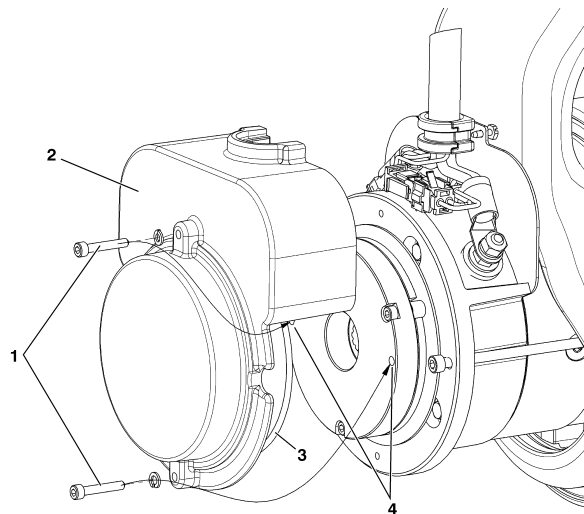

Figura 4-3. Desengrenagem manual
3. Retirar os **dois parafusos da tampa (1)**, a **tampa (2)** e o **vedante do o-ring da tampa (3)** da parte posterior da unidade do motor.
4. Introduzir os **parafusos da tampa (1)** nos **dois orifícios de desengrenagem no compartimento do travão (4)**, ver Item 4 em Figura 4-3., Desengrenagem manual.
7. Depois de concluir o reboque, calçar as rodas e **retirar os parafusos de tampa (1)** dos orifícios de **desengrenagem (4)**.
8. Instalar novamente a **tampa (2)**. Antes da instalação, verificar a existência de danos no **vedante do o-ring da tampa (3)** e substituir conforme necessário.